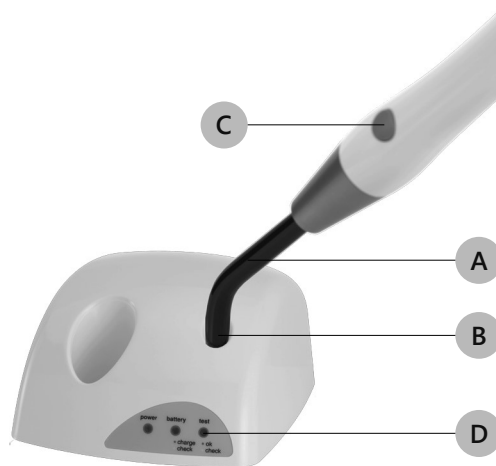

Abbildung 8 – Messung der Lichtintensität
1. Legen Sie den Lichtwellenleiter (Abbildung 8 auf Seite 18 - Bez. A) flach, ohne zu drücken, direkt auf die Oberfläche des Intensitätssensors (Abbildung 8 auf Seite 18 - Bez. B);
2. Schalten Sie die Lampe durch Drücken der Ein-/Ausschalttaste (Abbildung 8 auf Seite 18 - Bez. C) ein.
Die LED Test (Abbildung 8 auf Seite 18 - Bez. D) zeigt den gemessenen nützlichen Lichtstrom an: